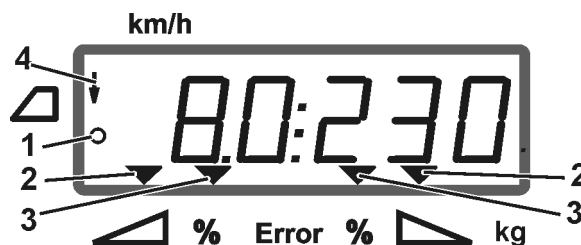

Fig. 6
- der **AMADOS+** die Impulse zur Wegstreckeberechnung erhält (Fig. 6/1),
- die Schließschieber geöffnet sind (Fig. 6/2).
- Das Grenzsteuern wird durch einen Pfeil im Display (Fig. 6/4) angezeigt.
- Im Arbeitsdisplay weisen die Dreiecksymbole (Fig. 6/3) auf eine Stromengenänderung hin.